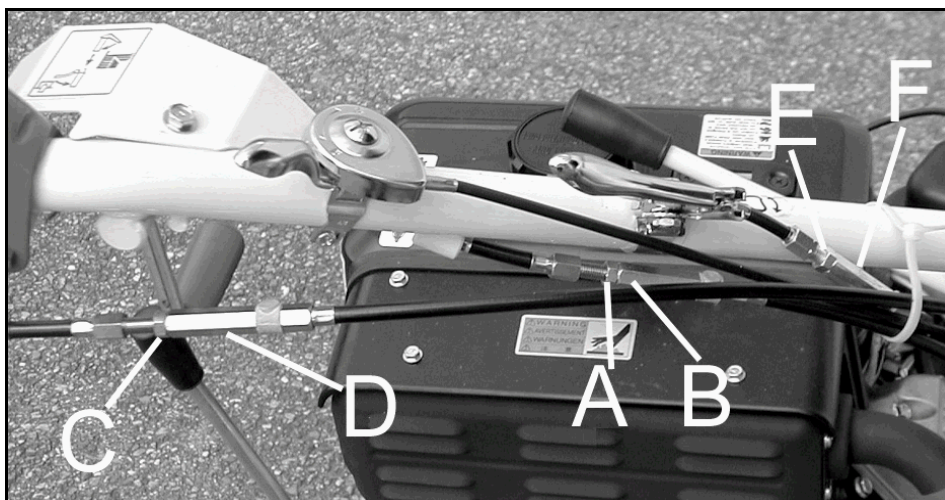

Figure 20
- Dévissez le contre écrou du système de réglage de tension du câble des lames (figure 20, repère A).
- Dévissez l'écrou de réglage de tension du câble de transmission (figure 20, repère B).